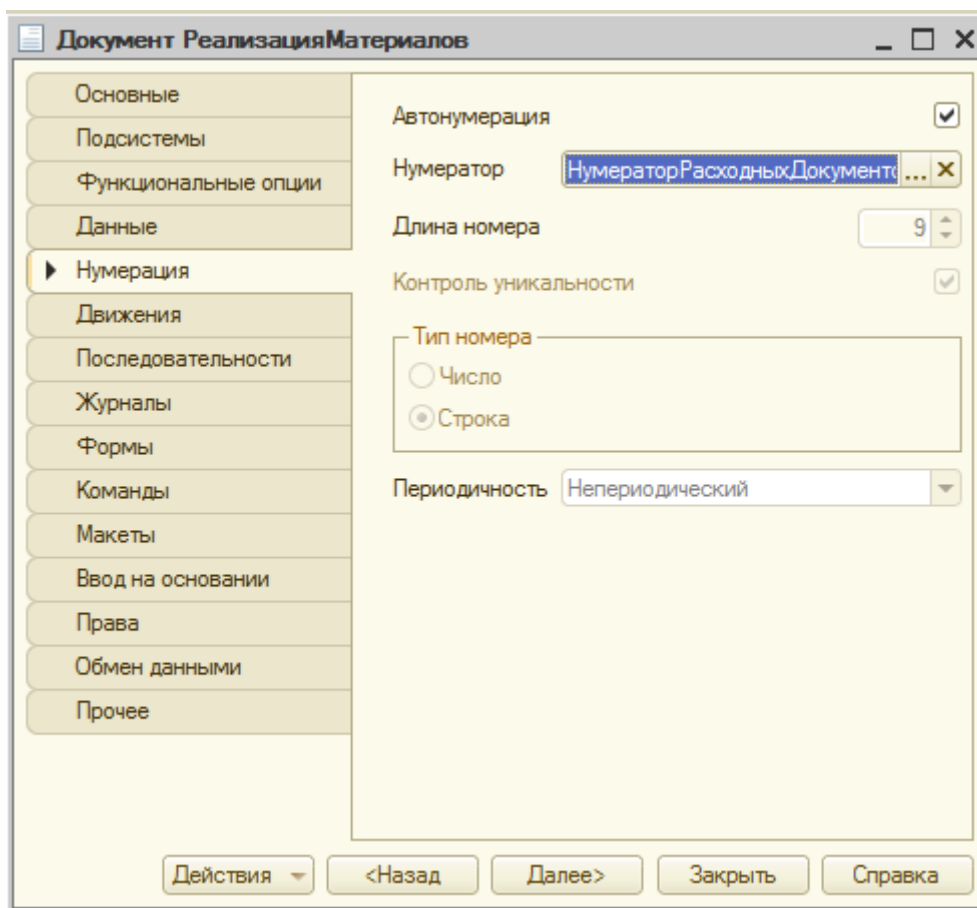

**Рисунок 17.8-** Создание нового нумератора
15. Еще один полезный объект, который можно найти в ветви **Документы** дерева конфигурации – это **нумераторы**. Нумератор позволяет задавать единые правила нумерации для различных документов. Создадим новый нумератор, назовем его **НумераторРасходныхДокументов**, рисунок 17.8.